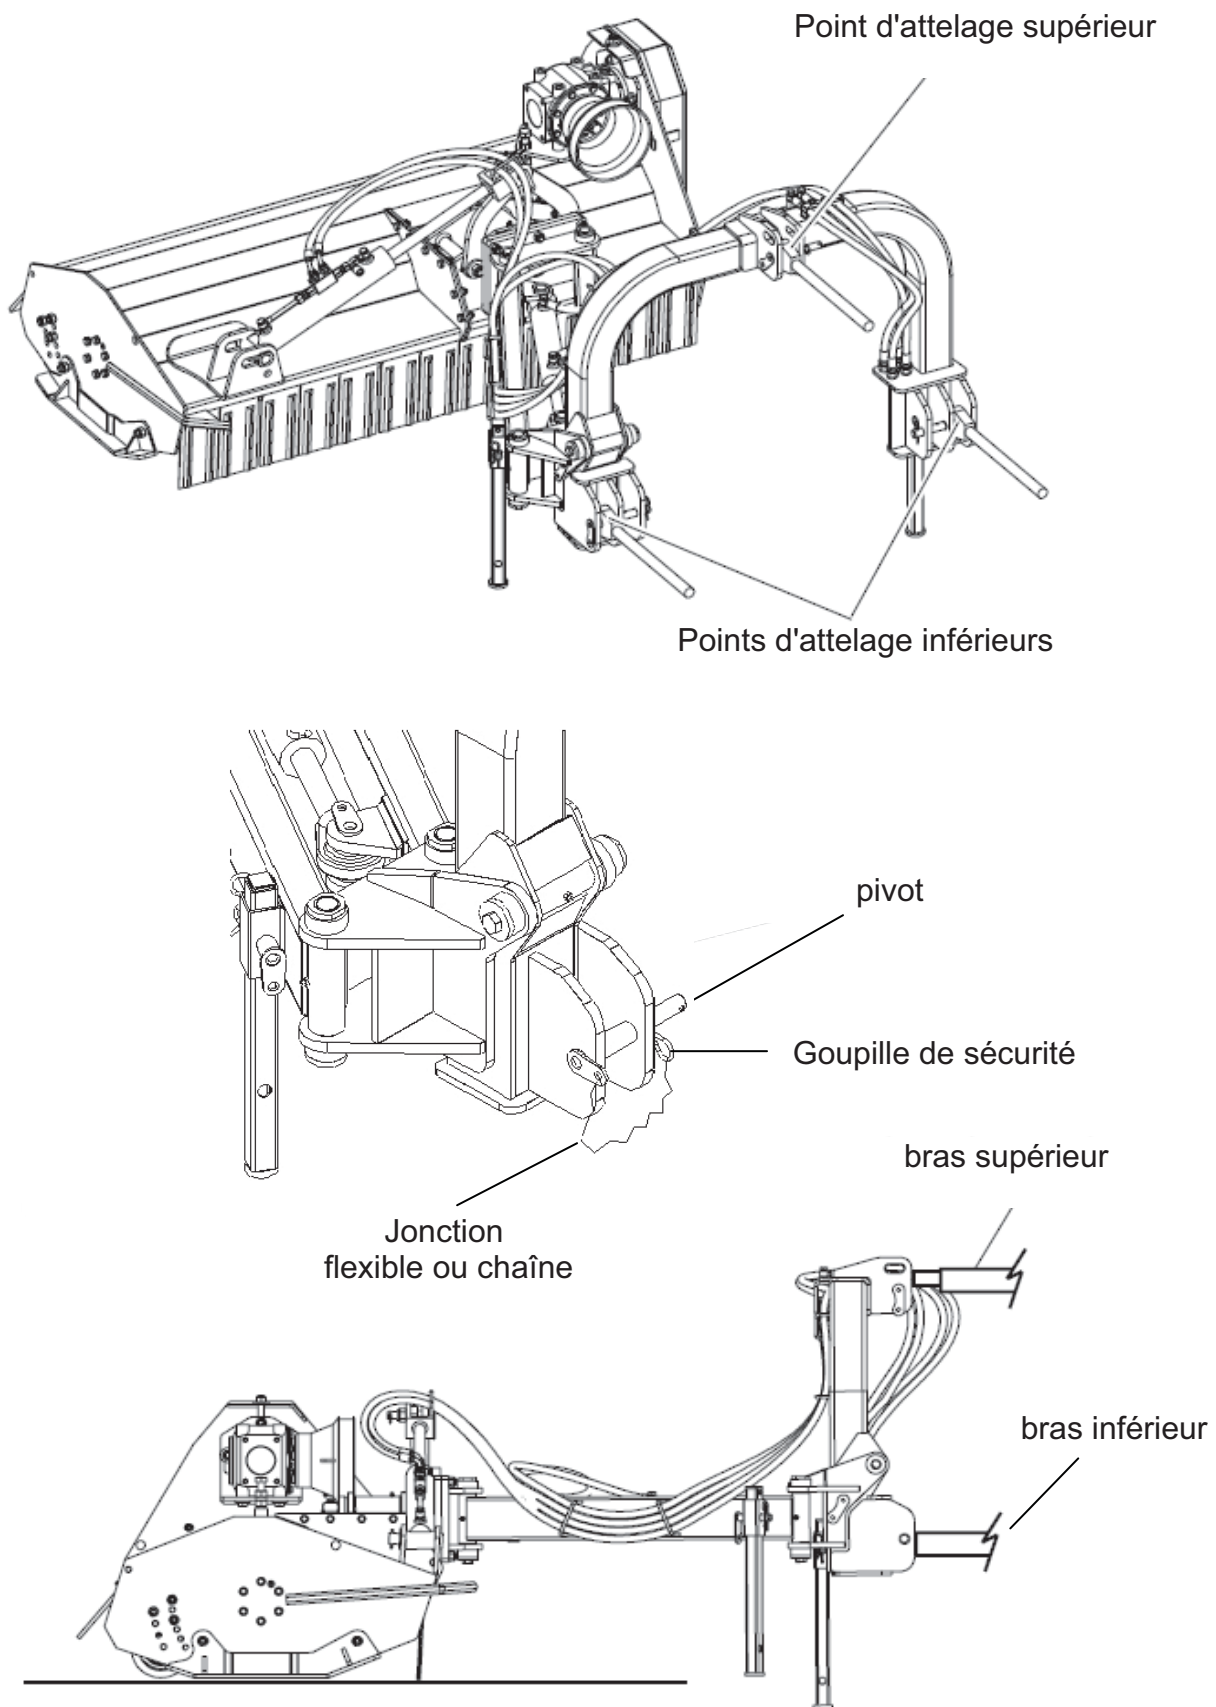

Fig. 6.4
4.2.1 Jonction aux trois points (fig. 6.4)
S'assurer que les jonctions des trois points au tracteur sont effectuées correctement. En particulier, après avoir inséré les pivots, les bloquer à l'aide des goupilles de sécurité (Fig 6.4).
- Mettre en tension le bras du point supérieur en le vissant (fig. 6.4).